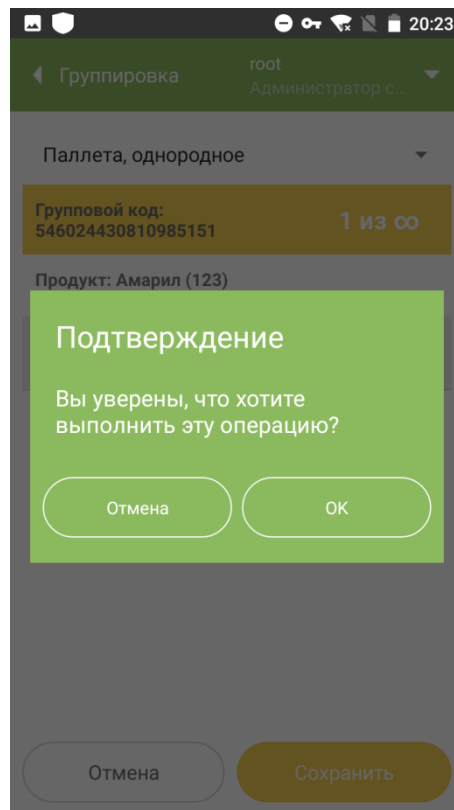

Рисунок 3.6
- 2.1.5. После того, как все требуемые SSCC-коды гофрокоробов будут успешно отсканированы, для завершения группировки паллеты нажать кнопку «Сохранить». Появится окно с предложением подтвердить операцию группировки. Нажать «ОК» (Рисунок 3.6).